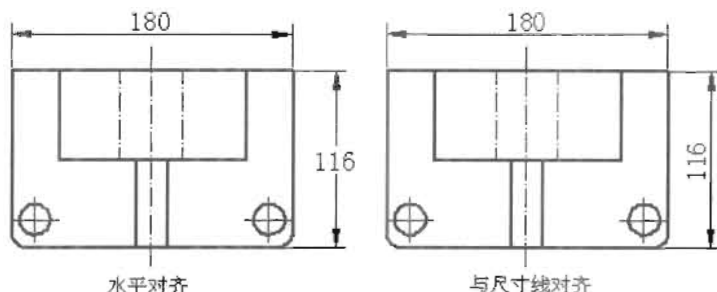

图 10-15
③ 对齐标注文字:指定文字与尺寸线对齐的方式,不论文字在尺寸界线之内还是之外,都可以选择文字与尺寸线是否对齐或保持水平,具体选项如下。
- 水平:文字在尺寸界线之间水平排列,不考虑尺寸线的角度,如图 10-15 所示。